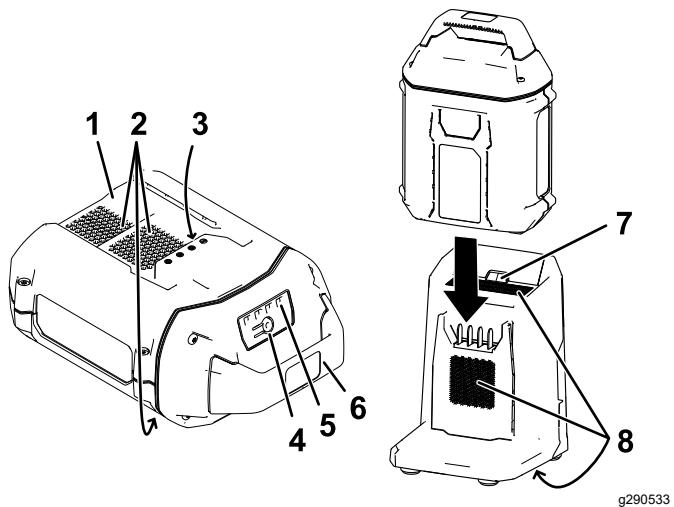

Figura 26
- Alinhe a cavidade na bateria (Figura 26) com o ressalto no carregador.
- Deslize a bateria para o carregador até que fique totalmente encaixada (Figura 26).